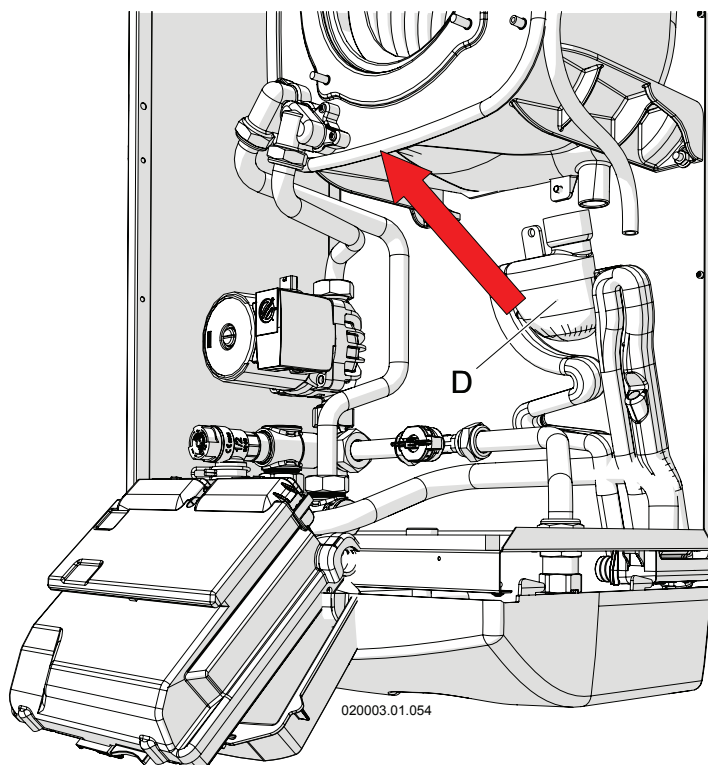

Figura 8-8 - Smontaggio sifone raccogli condensa
- 1.-con l'apparecchio acceso, aprire al massimo un rubinetto dell'acqua calda sanitaria in modo che il bruciatore si pone alla potenza massima e il livello di liquido presente all'interno del serbatoio del sifone "D" (vedi Figura 8-8), si abbassa;
- 7.-estrarre verso l'esterno il sifone (vedi Figura 8-8) facendo attenzione a scollegare i tubi di raccolta dell'acqua proveniente dalla parte superiore dell'apparecchio e dalla valvola di sfogo aria;